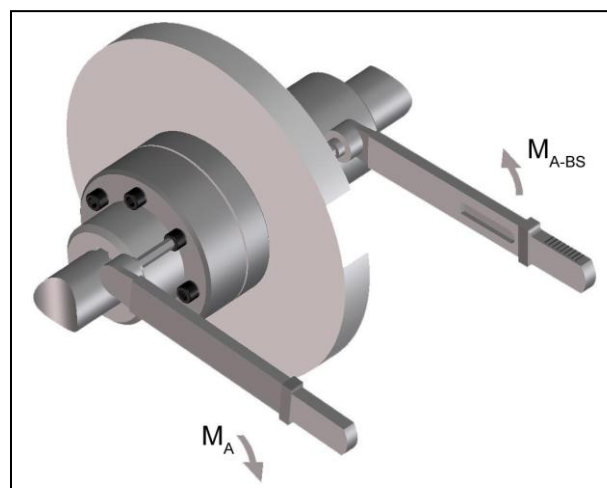

Bild 13
- Ziehen Sie die Klauenringverschraubung mit dem in Tabelle 8 vorgeschriebenen Anzugsmoment M_A fest (Bild 13).